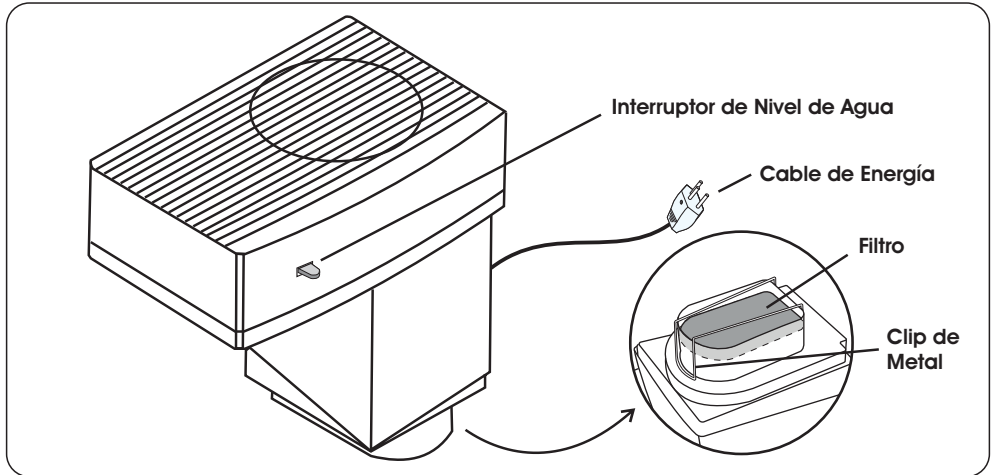

Fig. 5
- ▶ **INTERRUPTOR DE NIVEL DE AGUA** - Dispositivo (Fig. 5, pág. 7) cuya función es apagar el equipo en los siguientes casos: